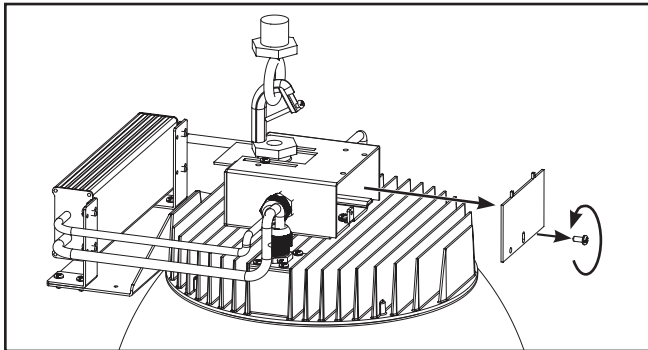

Figure 4.
- Retirez la vis du couvercle de la boîte de jonction située devant le luminaire puis retirez le couvercle de la boîte de jonction. (Figure 4)